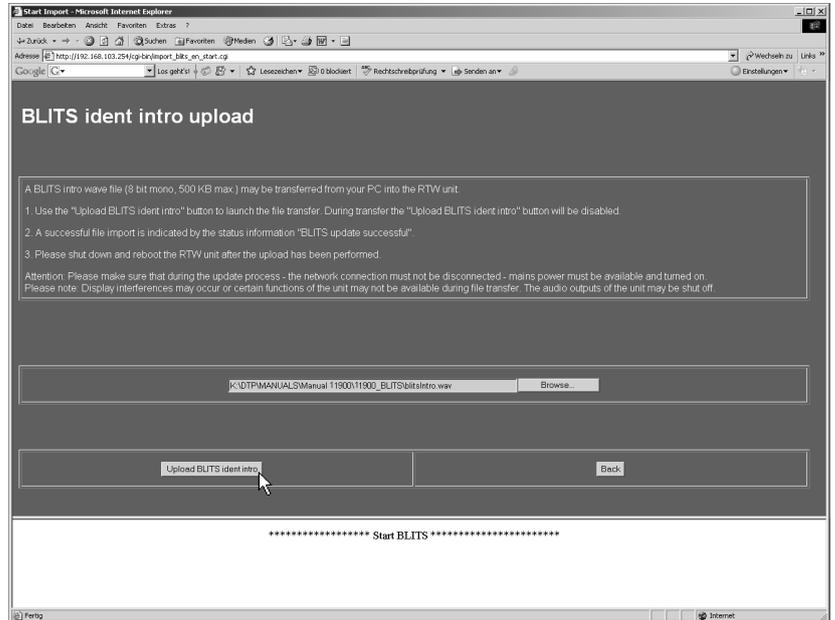

Bild 8-28: Starten des Uploads
5. Aktivieren Sie über die Schaltfläche „Upload BLITS ident intro“ den Transfer der Intro-Datei in den SurroundMonitor (siehe Bild 8-28). Sollte die Schaltfläche „Upload BLITS ident intro“ nicht sichtbar sein, verschieben Sie die Seite mit den grauen Balken am rechten Bildschirmrand. **Achten Sie darauf, dass während des Datentransfers keine Unterbrechung der Netzwerkverbindung oder der Stromversorgung auftritt!**